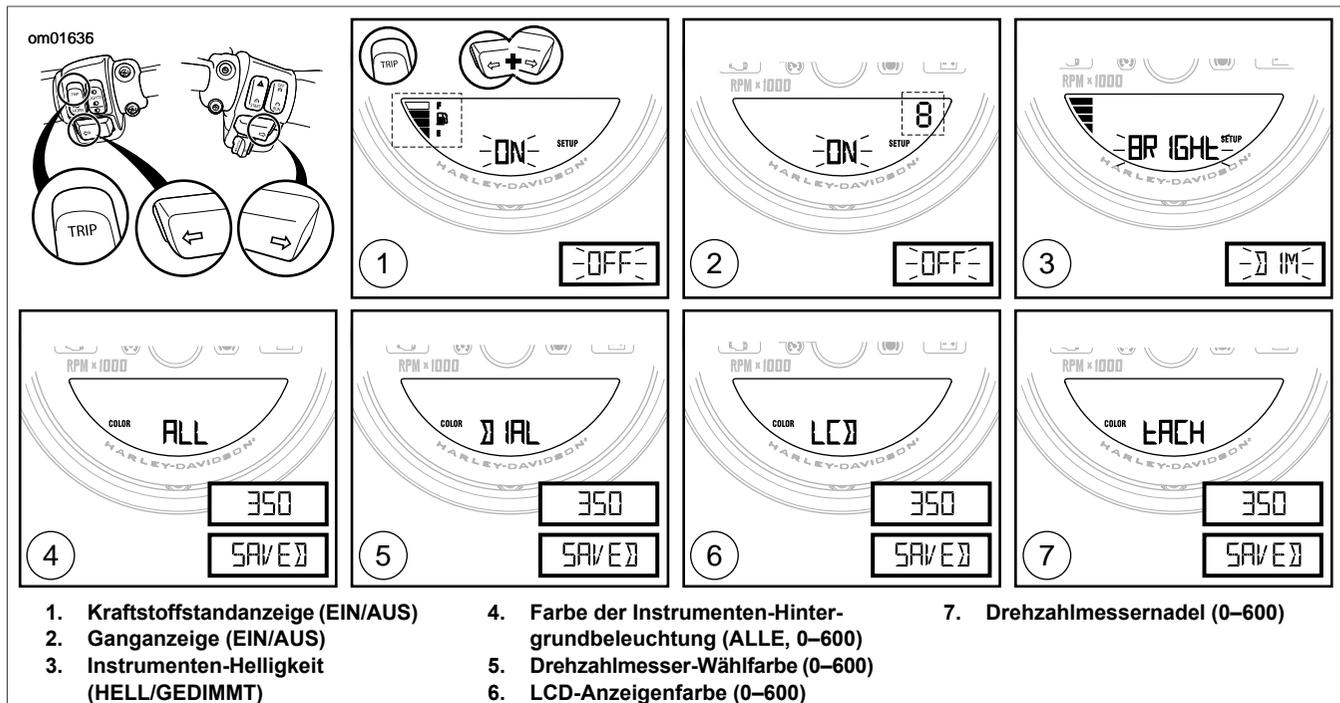

Abbildung 8. Instrumenteneinstellungen
2. Siehe Abbildung 8. Beide Blinkerschalter drücken und halten, bis „SETUP“ im LCD-Fenster angezeigt wird.